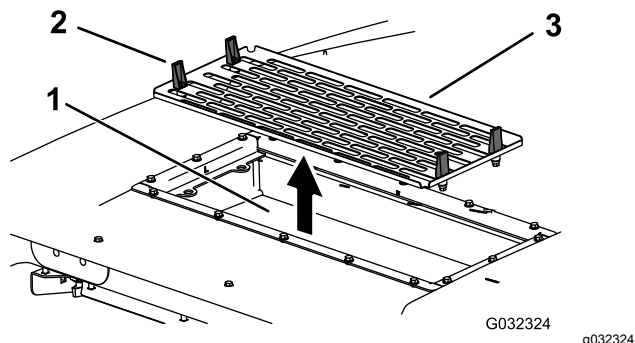

**Figura 117**
7. Instale os filtros de ar, painel e conjunto da ventoinha (Figura 116, Figura 117 e Figura 118).
8. Ligue o fio de cada uma das ventoinhas (Figura 117).